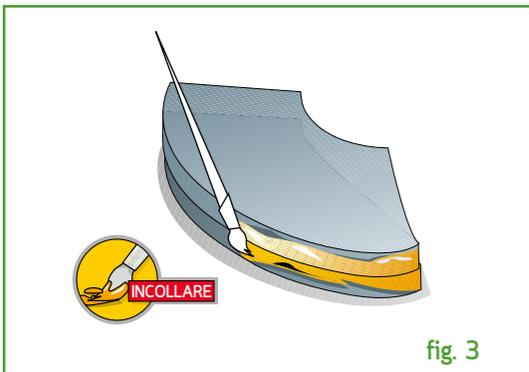

fig. 3
3) Sovrapporre in piano le due sagome ottenute e spalmare la colla MATIBLOCK sui bordi del profilo con il raggio maggiore. (fig 3)